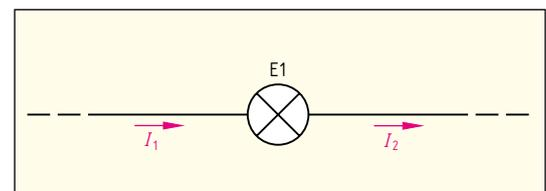

Bild 2: Stromstärke vor und hinter einem Verbraucher
- Vergleichen Sie die Stromstärke  $I_1$  vor und die Stromstärke  $I_2$  nach dem Verbraucher (**Bild 2**). Begründen Sie Ihre Antwort.